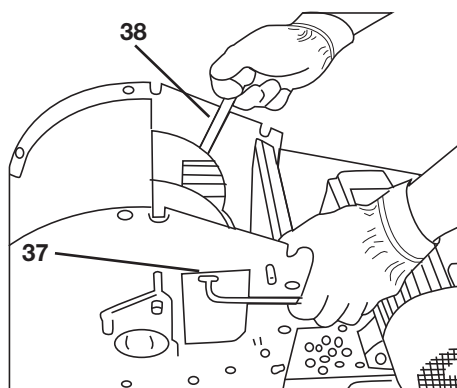

Bild 31
- Rotor so drehen, dass eine Schlägerachse durch die Öffnung sichtbar ist (siehe „Bild 31“).
- Senkschraube **(37)** (SW 6) an der Schlägerachse lösen und herausdrehen (siehe „Bild 31“).
- Auf der gegenüberliegenden Seite der Senkschraube ist eine Schlüssel­fläche an der Schlägerachse angebracht, die Schlägerachse kann mit einem Gabelschlüssel (38) (SW 13) gehalten werden (siehe „Bild 31“).